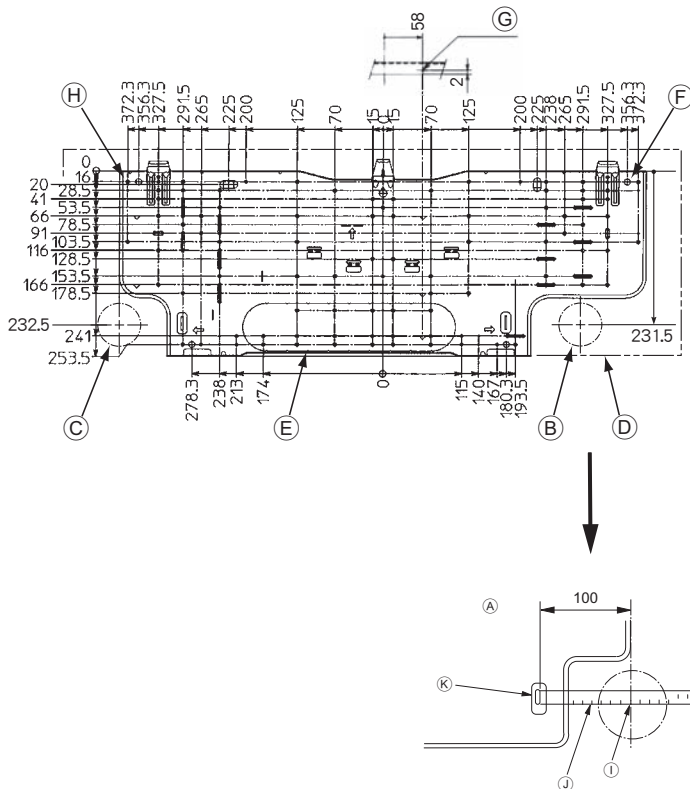

Fig. 3-2
■ PKFY-P-VHM-E (Fig. 3-2)
- Ⓐ Ophangplaat ①